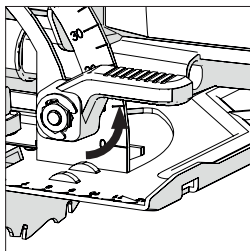

Fig. 13
- Desserrez le mécanisme de blocage du biseau situé à l'avant de la machine en soulevant le levier. (**Fig. 13**)